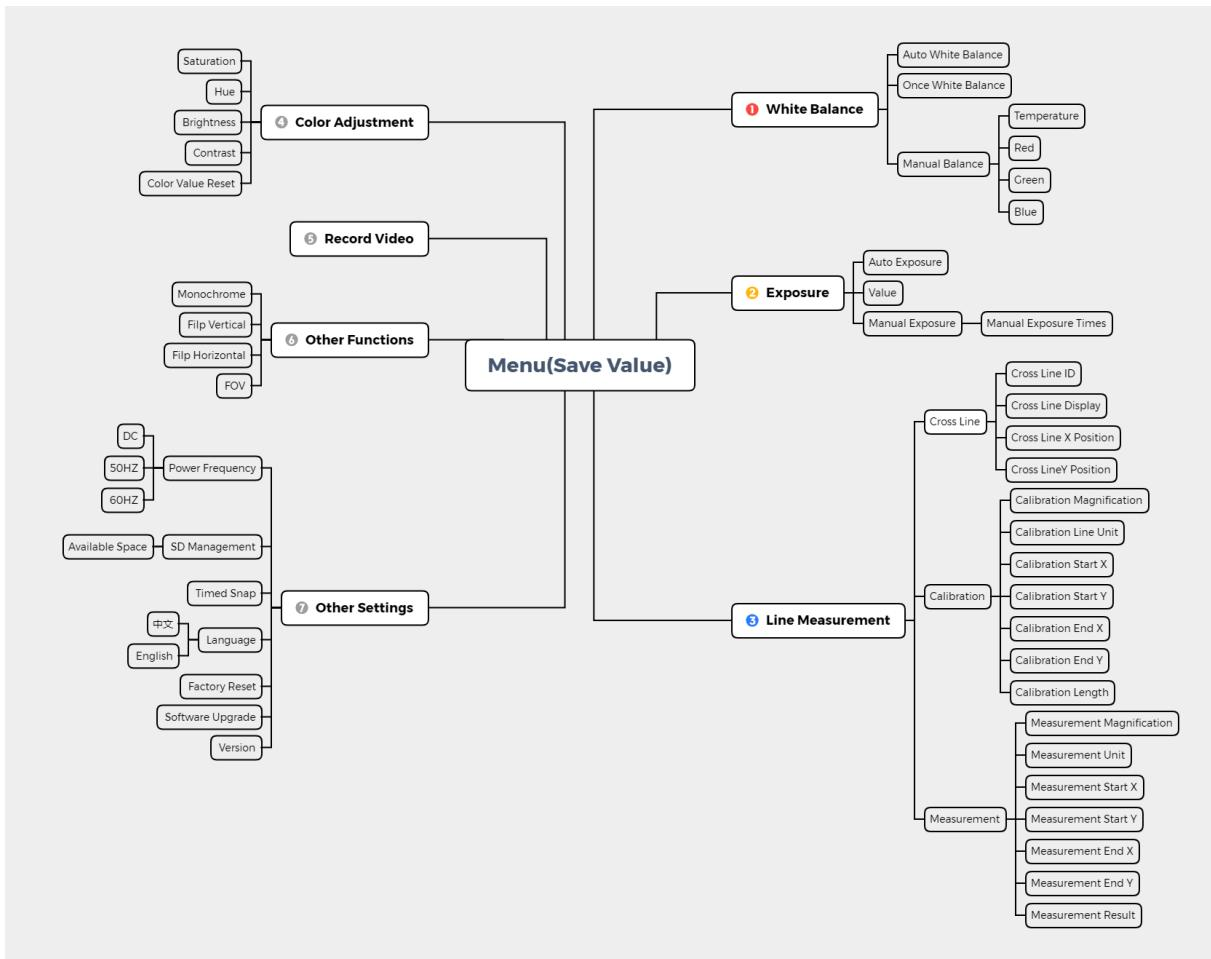

Fig. 21
- Le funzioni specifiche di questo menu sono mostrate in Fig. 21.